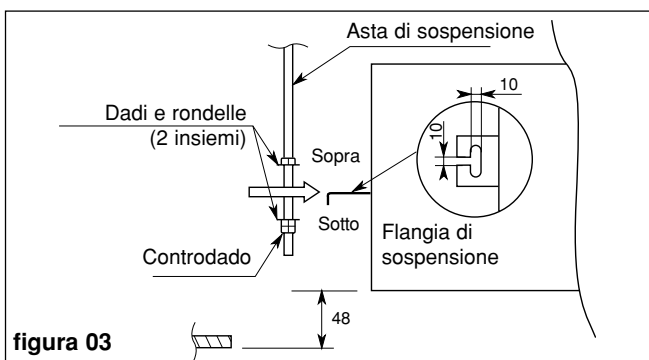

figura 03
- Collocare in sede l'unità utilizzando dadi e rondelle per fissarla sulle aste di sospensione (figura 03).